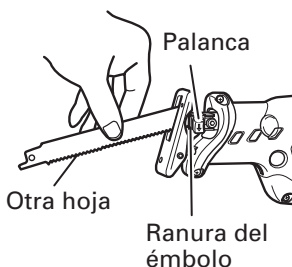

Fig. 8
- (1) Si una parte de la hoja de sierra rota sobresale de la pequeña hendidura del émbolo, extraiga la parte saliente y extraiga la hoja.
- (2) Si la hoja de sierra rota se encuentra oculta dentro de la pequeña hendidura, enganche la hoja rota utilizando la punta de otra hoja de sierra y extraígalas. (Fig. 8)